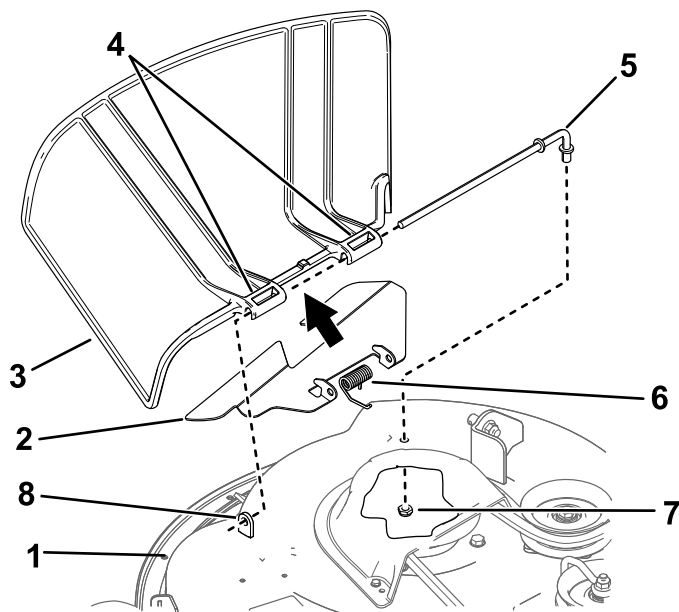

Figura 76
- Retire la tuerca ($\frac{3}{8}$ ") de la varilla debajo del cortacésped (Figura 76).
- Retire la varilla del separador corto, del muelle, y del deflector de hierba (Figura 76).
- Instale el deflector de hierba nuevo (Figura 76).
- Deslice la varilla a través del segundo pivote del deflector de hierba (Figura 76).
9. Sujete el extremo trasero de la varilla en el cortacésped con una tuerca ($\frac{3}{8}$ "), como se muestra en la Figura 76.